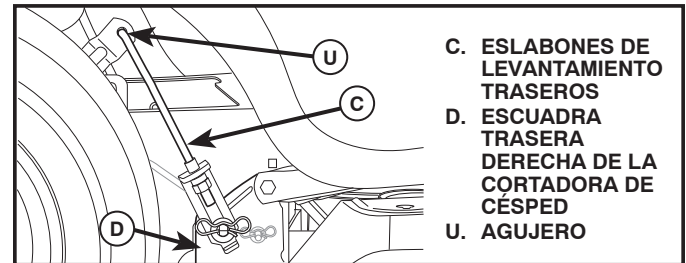

Fig. 13
7. INSTALE LOS ESLABONES DE LEVANTAMIENTO TRASEROS (C) (Vea Fig. 13)
- Inserte el extremo de varilla del eslabón de levantamiento trasero (C) dentro del agujero (U) en el brazo de suspensión del eje de levantamiento del tractor y haga oscilar el eslabón hacia abajo hacia la cortadora de césped.
- Levante la esquina trasera de la cortadora de césped y ubique la ranura en el conjunto de eslabones sobre la chaveta en la escuadra trasera de la cortadora (D); asegure con una arandela grande y un resorte de retención grande.